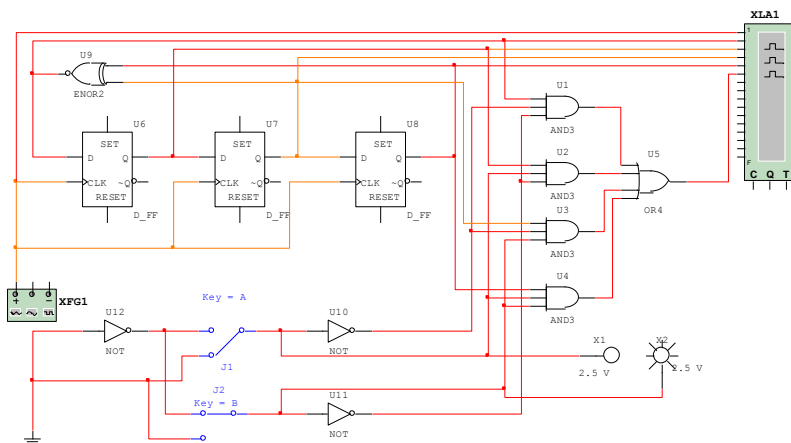

Рис. 61. Схема исследования мультиплексора ( $4 \rightarrow 1$ )
1. Нарисовать схему исследования мультиплексора  $4 \rightarrow 1$  (рис. 61).